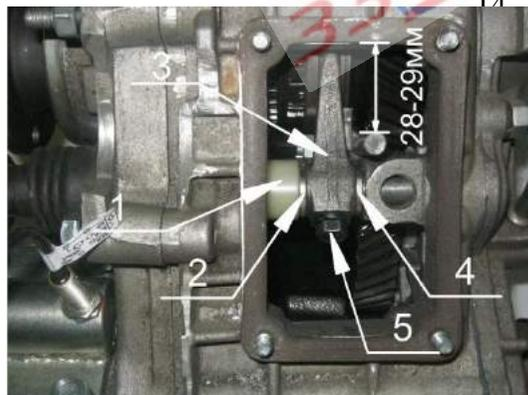

Рис. 8
- Пластиковая втулка (демонтированная при подготовке РК) Рис.8 поз.1;
- Шайба промежуточная толщиной 3,5мм (из комплекта) Рис.8 поз.2;
- Вилка переключения с закрепленной осью Рис.8 поз.3;
- Шайба промежуточная толщиной 2,5мм (из комплекта) Рис.8 поз.4;
Далее протолкнуть шток и закрепить вилку ранее демонтированным п. 5.4. болтом Рис.8 поз.5 (**стопорный шарик и пружину не устанавливать**).
Расстояние от края лючка до края оси Рис.8, должно составлять приблизительно 28-29 мм.